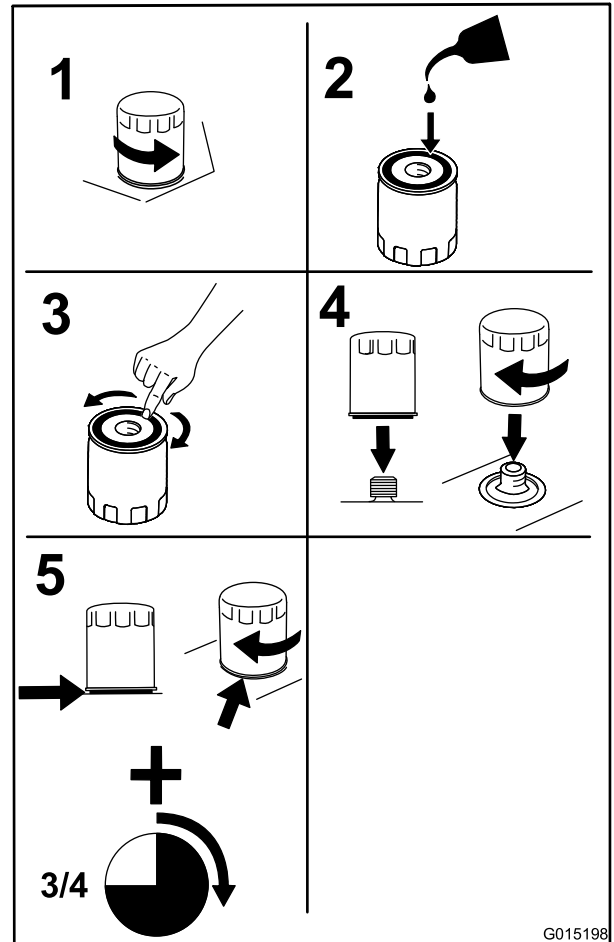

Bild 35
3. Wechseln Sie den Motorölfilter, wie in Bild 35 dargestellt.